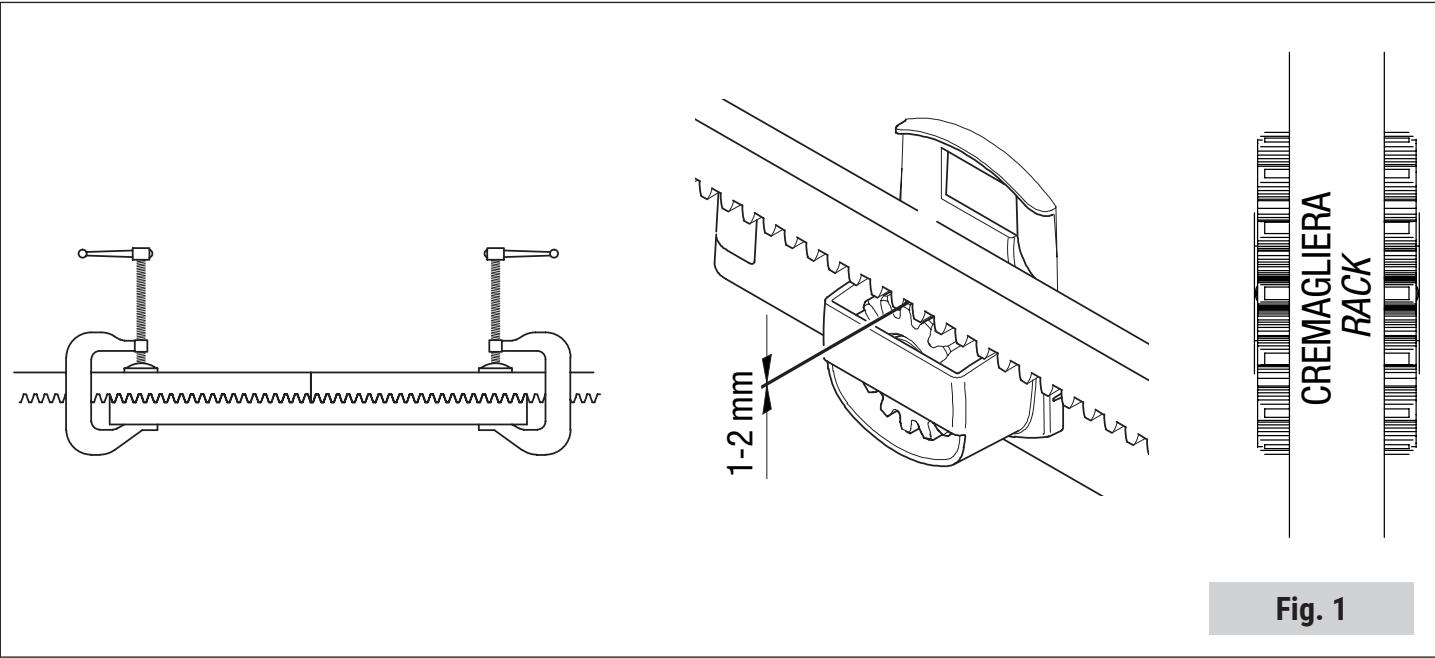

Fig. 1
- Para efectuar la alineación y el paso correctos entre las dos partes de cremallera, conviene utilizar un elemento de empalme durante la fijación como se indica en la fig. 1.
- Für eine korrekte Ausrichtung und den richtigen Abstand zwischen den zwei Teilen der Zahnstange wird empfohlen, bei der Befestigung ein Verbindungselement zu verwenden, wie in Abb. 1 gezeigt.
- Para um alinhamento e passo correto entre duas peças de cremalheira, é recomendado o uso de um elemento de ligação na fase de fixação, conforme indicado na fig. 1.
- Se i finecorsa sono di tipo meccanico: R = DESTRO; L = SINISTRO (fig. 1).
- With mechanical limit switches: R = RIGHT; L = LEFT (fig. 1).